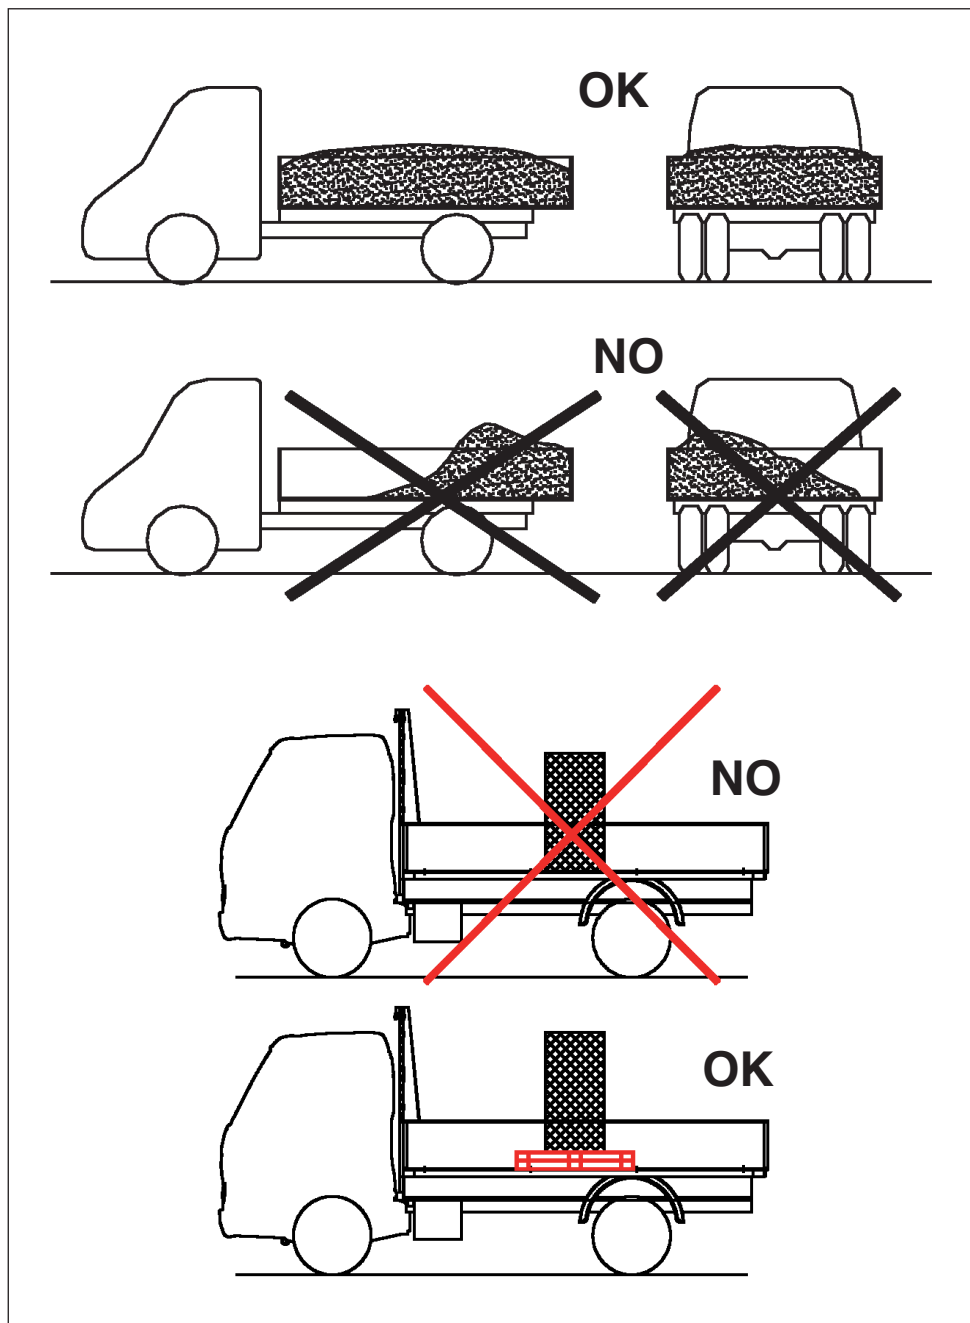

Fig. 1 Disposizione del carico
- Controllare che il carico sul cassone venga distribuito uniformemente e che le sponde siano ben chiuse in modo da evitare che il carico, o parte di esso, cada sul piano stradale. Riferirsi, a tal proposito, agli schemi riportati in Fig. 1. Nell'eventualità si superasse il bordo